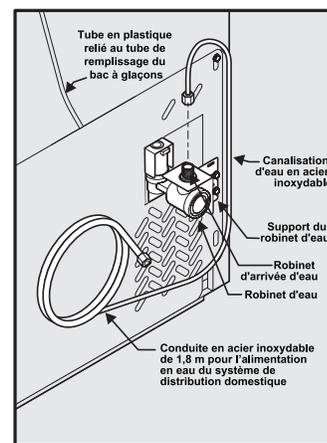

Figure 2
**Si vous utilisez des tubes en acier inoxydable** - L'écrou et la bague d'extrémité sont déjà assemblés sur le tube. Glissez l'écrou de compression dans l'entrée du robinet et serrez l'écrou de compression à la main dans le robinet. Serrez d'un autre demi tour avec une clé; NE PAS serrer trop fort. Voir Figure 2.